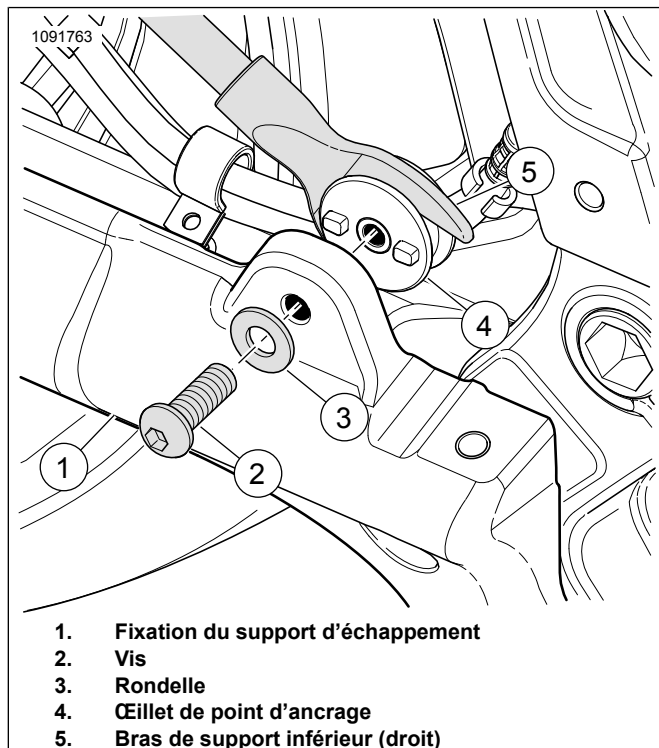

Figure 3. Montage d'ancrage (droit)
1. Consultez Figure 3 . Installez l'œillet du point d'ancrage droit.
- a. Accouplez les tenons de l'œillet (4) du point d'ancrage aux trous sur le support de montage de l'échappement (1).
- b. Installez la rondelle (3) sur la vis (2).